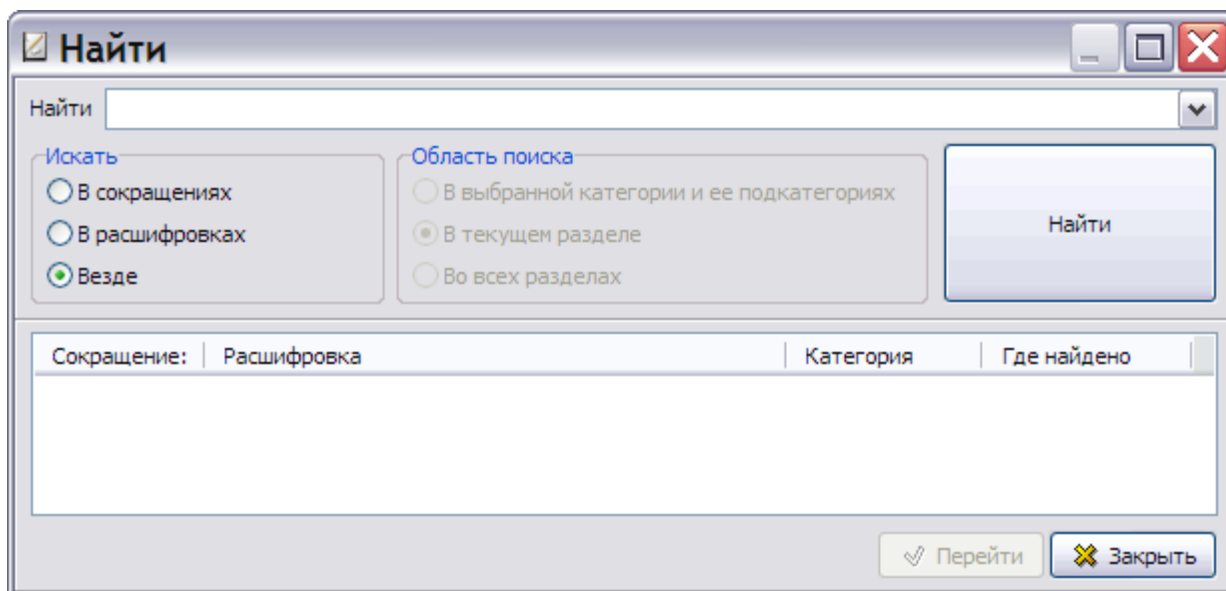

Рисунок 160
2) Нажмите на кнопку **Поиск**  на панели инструментов левого окна или комбинацию клавиш CTRL+F. При этом появится диалоговое окно **Найти** (рисунок 160).